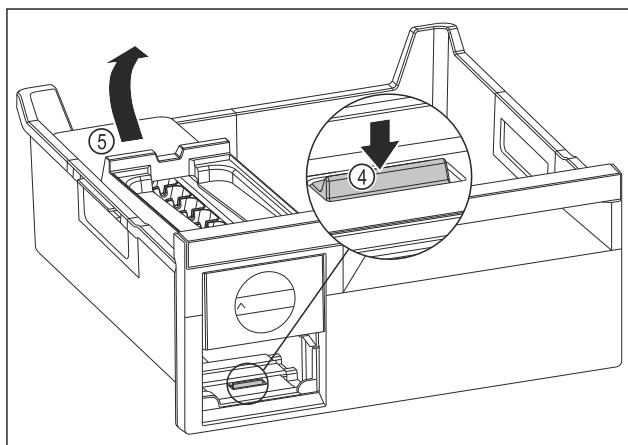

Fig. 89
- Изваждане на корпуса на EasyTwist-Ice: Натиснете езичето Fig. 89 (4) с пръст надолу и едновременно с това с другата ръка повдигнете корпуса на EasyTwist-Ice Fig. 89 (5) отзад.